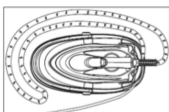
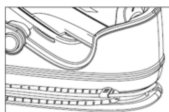
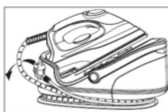
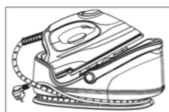

Fig. 11
Fig. 12
Fig. 13
Fig. 14
Dobre o cabo de alimentação do ferro (7) e enrole-o no sentido dos ponteiros do relógio à volta dos ganchos da base (fig.11). Junte o cabo de alimentação do ferro (7) e o cabo de alimentação da base (8) (fig.12). Enrole o cabo de alimentação da base (8) no sentido dos ponteiros do relógio à volta dos ganchos da base e prenda a ficha com o cabo de alimentação do ferro (7). (fig. 13 e fig. 14)